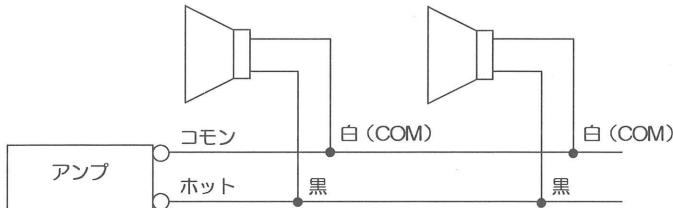

図7
2. スピーカ力を2本以上使用するときは、図7のように極性を合わせて（並列）接続してください。